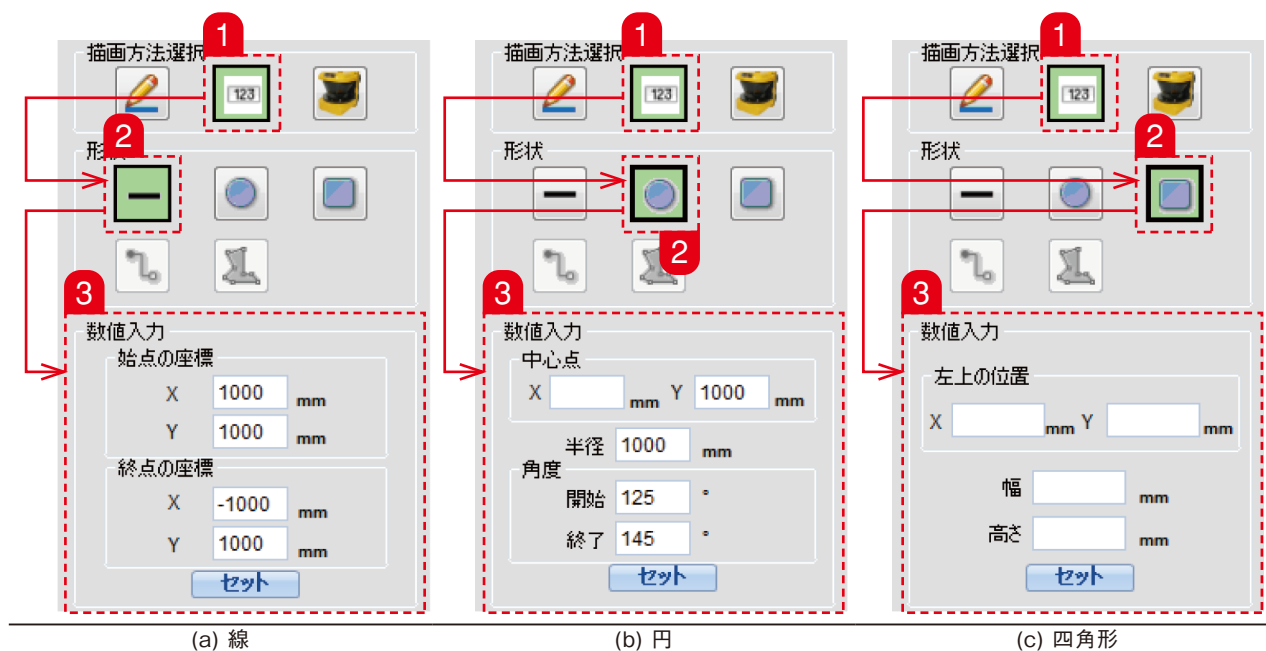

図7-35. 数値入力
- 円ボタンまたは他の形状ボタンをクリックしてください。数値入力ボックスは、描画ツールの形状に応じて変化し、それぞれ異なるパラメータを入力する必要があります。図7-35に、選択する形状に応じて変化する数値入力ボックスの状態を示します。